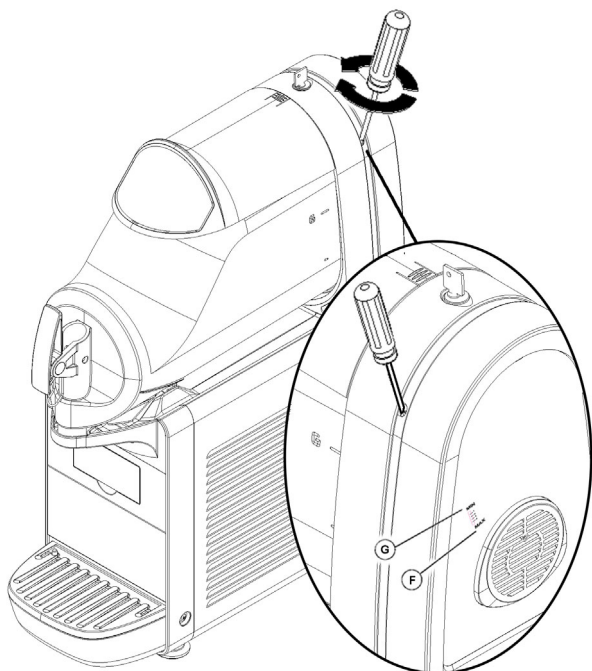

figura 4
- 1 Regolazione della densità:** la densità ottimale della granita è stata regolata in fabbrica. Volendo variare tale densità girare con un cacciavite l'apposita vite di regolazione alloggiata in ciascuna delle pareti posteriori del distributore (vedere figura 4):